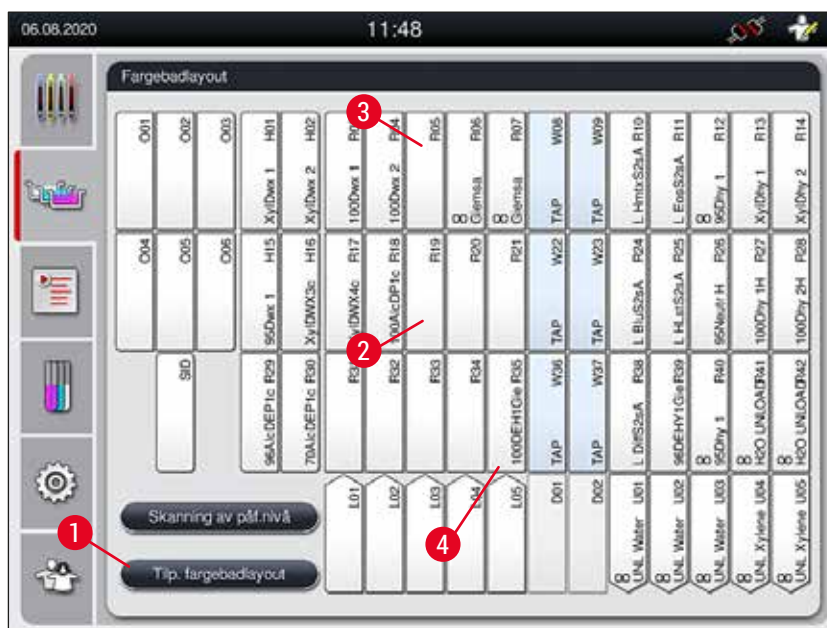

Fig. 61
- I fargebadlayout-visningen (→ "Fig. 61") trykker du på **Tilp. fargebadlayout**-knappen (→ "Fig. 61-1").
1. For å flytte reagensstasjoner velger du dem individuelt i fargebadlayouten (→ "Fig. 61") ved å trykke på skjermen. Trykk deretter på en ledig plass på utklippstavlen (→ "Fig. 64-1").